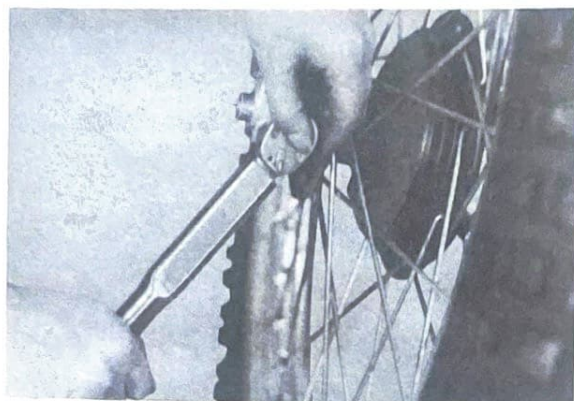

Fig. 16
- 9 Tighten the axle pinch bolt with specified torque. (Fig. 16)
9. Serrer le boulon au couple spécifié. (Fig. 16)